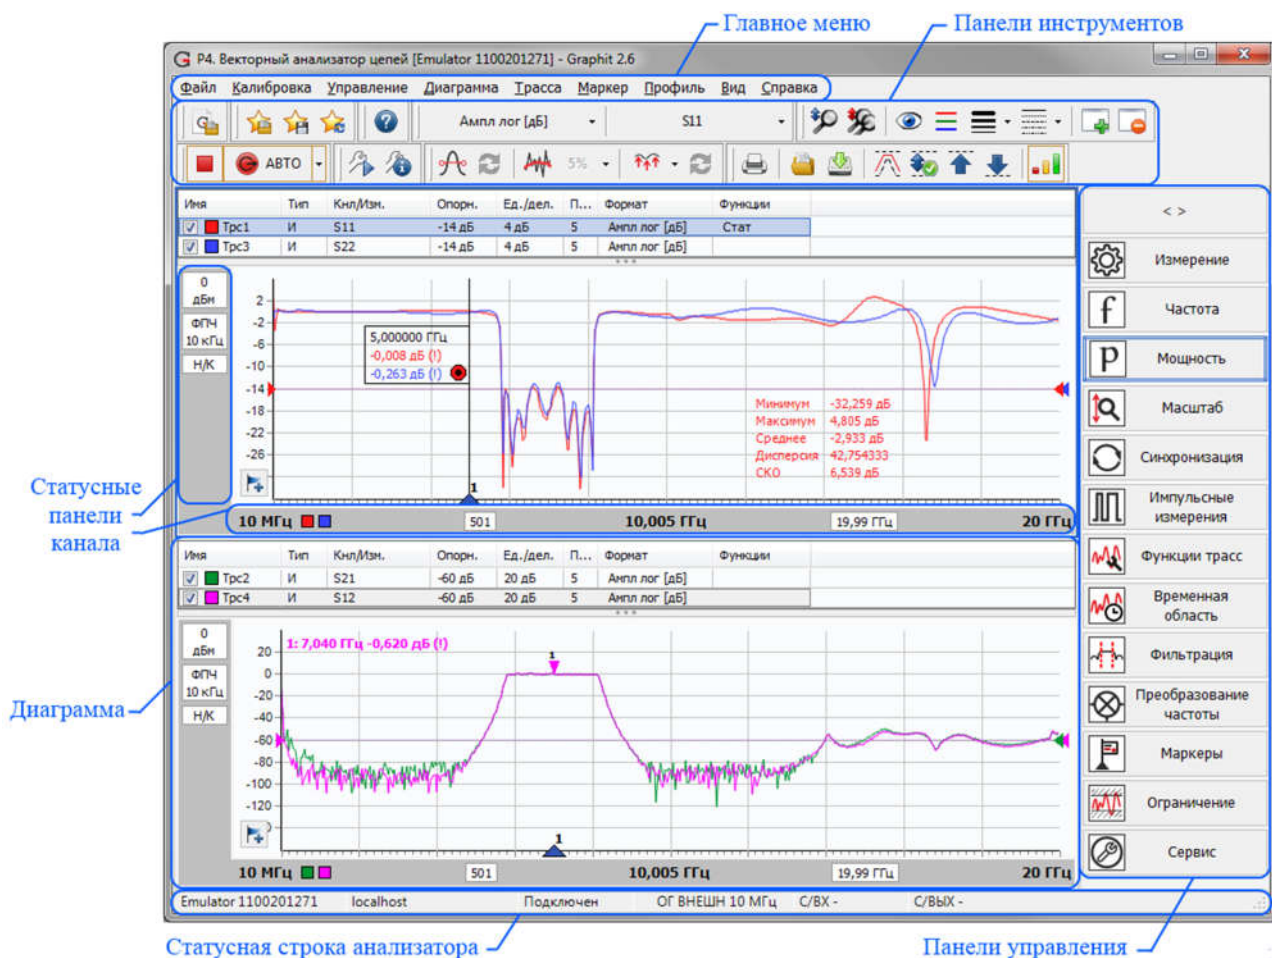

Рисунок 2.15 – Общий вид окна ПО «Graphit P4M»
2.3.2.3.1 Окно ПО «Graphit Р4М» содержит (рисунок 2.15):